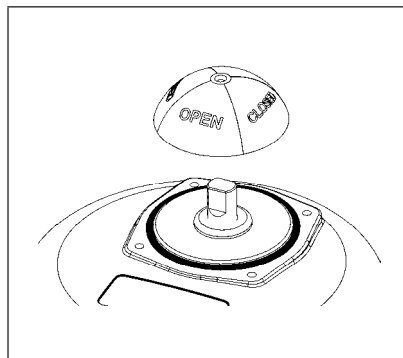

Bild 10: Stellschalter Demontage
- Stellschalter entfernen (siehe „Bild 10“).